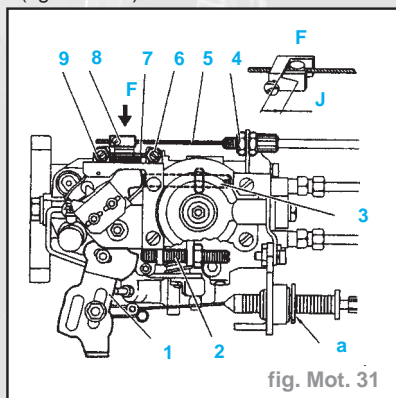
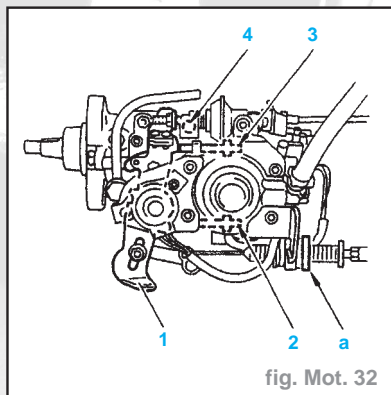

fig. Mot. 31
fig. Mot. 32
- Vérifier que le levier (1) soit en appui sur la vis-butée (2), sinon modifier la position de l'épingle (a) (fig. Mot. 31).
- S'assurer qu'en position de ralenti, le levier (1) soit en appui sur la butée (3) (fig. Mot. 31).
- commande de ralenti accéléré libérée (jeu J compris entre **5 et 6 mm**) (fig. Mot. 31)
- desserrer la vis (3) de quelques tours jusqu'à suppression du contact avec le levier (1) (fig. Mot. 31)
- régler le régime de ralenti en agissant sur la vis de réglage (6)
- desserrer la vis (3) de quelques tours jusqu'à suppression du contact avec le levier (1) (fig. Mot. 32)
- régler le régime de ralenti en agissant sur la vis de réglage (4)
- placer une cale (moteur atmosphérique **3 mm** - moteur turbo **1 mm**) entre le levier de charge (1) et la vis de
réglage du débit résiduel (fig. Mot. 31)
- agir sur la vis (3) de réglage du débit résiduel, pour obtenir un régime moteur de **1500 tr/mn**
- placer une cale de **3 mm** entre le levier de charge (1) et la vis de réglage du débit résiduel (fig. Mot. 32)
- amener le levier (7) en contact avec la vis (9)
- agir sur la vis (9) pour obtenir le régime de ralenti accéléré (fig. Mot. 31)
- Vérifier que le levier (7) soit en butée sur la vis (9). Sinon, approcher la tension du câble (5) par le serre-câble (8).
- Achever la tension par le tendeur de gaine (4).
- Vérifier que le câble (5) soit sans tension.